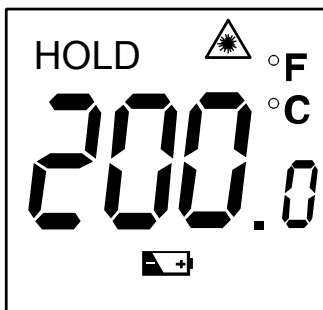

Рис. 4. Дисплей пирометров «НИМБУС» и «НИМБУС П»
5.3 Показания дисплея (рис. 4)